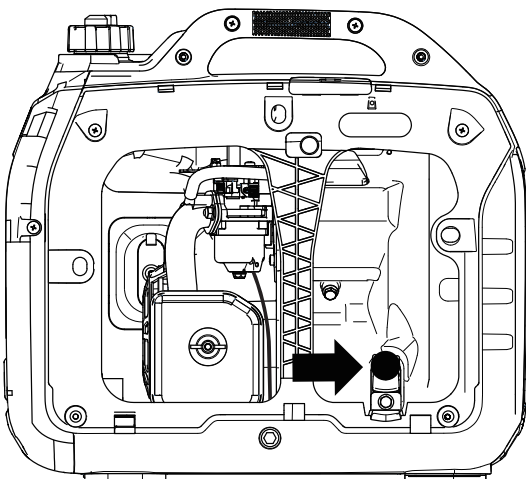

Abbildung 2: Öleinfüll-/Ablassschraube
2. Reinigen Sie den Bereich um die Öleinfüll-/ablassschraube und entfernen Sie die Schraube (siehe Abbildung 2).